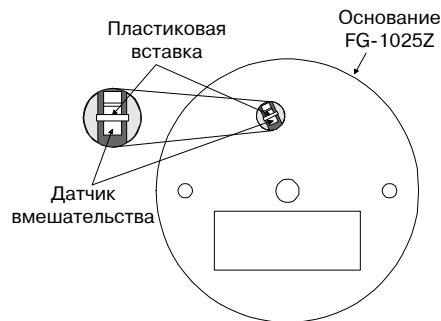

Рис. 10
- Пользуясь плоскогубцами с острыми концами выломайте пластиковую вставку на задней стороне основания извещателя (см рис. 10). Этим Вы включаете датчик снятия со стены.